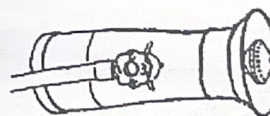

Рис. 11
1. Распыление жидкостей. Ослабьте стягивающий колпачок, отрегулируйте длину форсунки, подобрав нужные условия распыления. Вращайте регулирующую рукоятку для изменения количества распыляемого вещества. См. Рис.11.